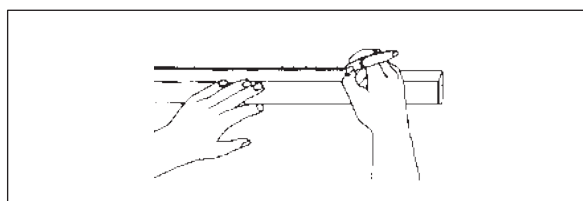

Fig. 27
1. Segnare l'esatta posizione della fascia sulla superficie d'applicazione. Fig.27